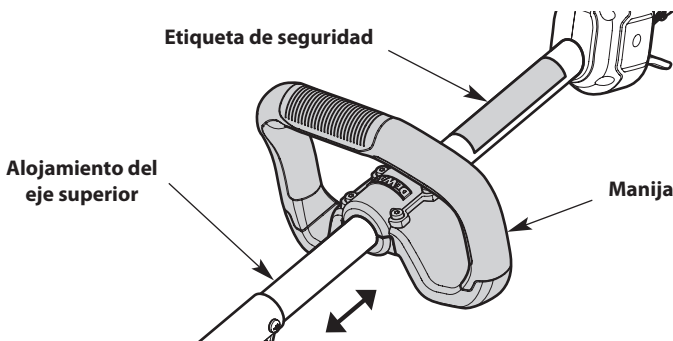

Fig. 9
5. Mantenga la unidad en la posición de funcionamiento (Fig. 17). Mueva la manija hacia arriba o abajo del alojamiento del eje superior hasta que esté en una posición cómoda (Fig. 9). Compruebe que la manija esté ubicada más allá del extremo de la etiqueta de seguridad (Fig. 9).
2. Mantenga la unidad en la posición de funcionamiento (Fig. 17). Mueva la manija hacia arriba o abajo del alojamiento del eje superior hasta que esté en una posición cómoda (Fig. 9). Compruebe que la manija esté ubicada más allá del extremo de la etiqueta de seguridad (Fig. 9).